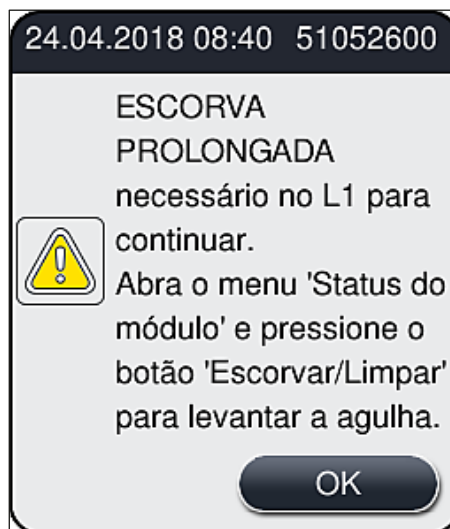

Fig. 100
2. Observe a mensagem de informações que aparece (→ Fig. 100) e confirme com o botão **OK**.